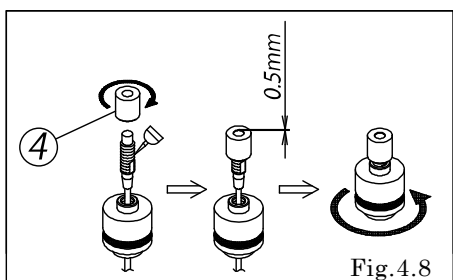

Fig.4.8
- ・センサーにネジロック剤を塗布し、センサー押さえ(④)をねじ込む。〔Fig.4.8〕
- ・センサー受けを手締めにて密着するまで締め付ける。〔Fig.4.8〕